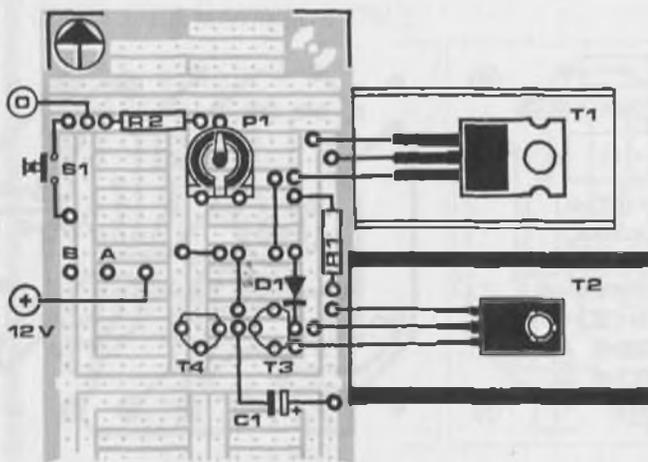

Figure 2 – L'implantation des composants sur une platine d'expérimentation de format 1. Les transistors de puissance doivent impérativement être refroidis.
Rendez-vous à la figure 2 : c'est la simplicité même, un relais accompagné de six composants. Deux détails retiennent plus particulièrement l'attention : la LED D1 et la varistance R2 (en anglais *varistor* ou VDR *Voltage Dependent Resistor*, résistance commandée en tension). Dès que le relais est commandé, un courant, limité par R1, circule dans la dérivation contenant la LED, qui s'allume. La diode D2 est l'inévitable diode de roue libre du relais. Le fonctionnement de notre intermédiaire n'est pas compliqué : lorsque le circuit de commande, qui n'est pas dessiné ici, délivre un courant de quelques dizaines à quelques centaines de milliampères, le relais colle et la LED s'allume. Puisque "l'interrupteur" est fermé, le courant circule dans le circuit de puissance. L'appareil ou la lampe relié au bornier K1, K2 est mis sous tension. Pour que les choses soient claires, les flèches noires de la figure 2 indiquent les bornes sur lesquelles se branche l'utilisation et les flèches blanches, les bornes d'arrivée du secteur. – La varistance ? – Nous y sommes : elle protège l'appareil commandé, des surtensions dues aux irrégularités du secteur. Très grossièrement dit, une varistance est une zener double dans laquelle l'effet zener se manifeste alternativement, suivant le signe de la tension à ses bornes : deux diodes zener connectées en tête-bêche série. En temps normal, lorsque la tension reste dans des limites acceptables, la varistance par sa résistance élevée ne se manifeste pas. Si, pour une raison ou pour une autre, la tension à ses bornes dépasse un certain niveau, sa
Le schéma est assez simple pour que le câblage le soit aussi. Vous avez le choix entre une demi-platine d'expérimentation, comme sur la figure 2, et le circuit imprimé de la figure 3. Comme les seuls composants polarisés sont la diode et le condensateur, les risques d'erreur sont minimes. La figure 2 montre que les transistors T1 et T2 sont montés sur des radiateurs. Leur mode de fonctionnement n'est pas des plus orthodoxes car ils ne sont pas saturés et voient une tension non négligeable sous un courant relativement important. Il faut donc leur permettre d'évacuer la chaleur qu'ils produisent. Les ennuis commencent ici : le BD140 et le BD243 ont le collecteur relié à la languette métallique du boîtier. Il faut donc impérativement les isoler par une plaquette de mica et les fixer par une vis en nylon ou au moyen d'un canon isolant. Si un
La figure 2 n'est pas des plus claires au premier abord. En pratique, vous pouvez trouver une solution simple. La figure reprend le schéma de la figure 1 avec le rappel du principe du montage d'origine. Les deux seuls points importants sont le point (0) et le point (B). La correspondance entre ces deux points et ceux du schéma de principe est facile à établir avec un voltmètre ou une ampoule de 12 V : ouvrez une portière et démontez le poussoir (il s'appellera S1 pour l'occasion). En règle générale, ils sont maintenus par une seule vis et s'extraient par l'extérieur, amenant leurs deux fils avec eux. Branchez le fil négatif de votre voltmètre à la masse, actionnez le poussoir et repérez celui des fils sur lequel apparaît une tension de 12 V. C'est ce fil-là qui doit être relié au point (B) de la platine d'expérimentation ou au point (+) du circuit imprimé. L'autre fil est relié à la masse, c'est là que doit être connecté le point (0) de la platine ou du circuit imprimé. Si vous avez un espace suffisant pour installer la platine dans le plafonnier lui-même, vous y trouverez un fil, raccordé à l'ampoule, soumis en permanence à la tension de 12 V ; c'est l'autre fil qui doit être raccordé au point (B).